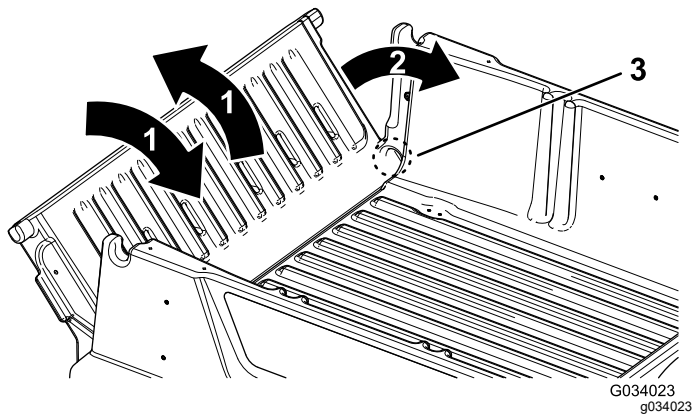

Figure 18
2. Faites pivoter le hayon à environ 45° (Figure 18).
3. Faites pivoter le hayon d'avant en arrière en l'agitant légèrement quelques secondes (Figure 18).